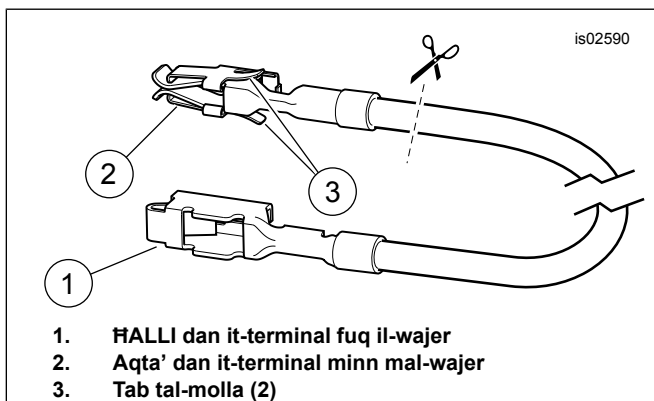

Figura 6. Wajer tal-Adapter tal-Blokka tal-Fjus
4. Oħroġ il-wajer oranġjo/abjad tal-adapter tal-fuse block (10) minn ġol-kit. Innota t-terminal fuq kull tarf (ara Figura 6. It-terminal **MINGHAJR it-tabs tal-molla** biss jidhol fil-kavità tal-fjus. Aqta' b'attenzjoni t-terminal **LI GĦANDU** t-tabs tal-molla minn mal-wajer u armih.